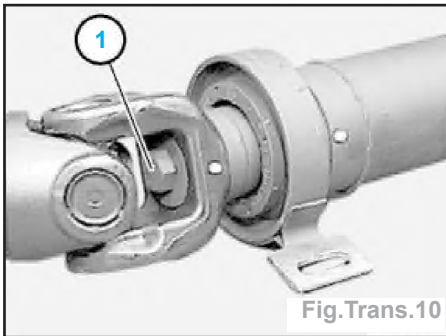

Fig. Trans. 10
- Déposer la vis (1) et dégager l'arbre de transmission (Fig.Trans.10).